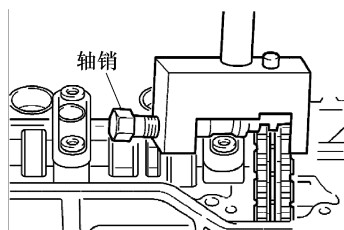

图 10-16 安装链总成
16) 把链总成 000 589 58 43 00 安装到连接板销上, 并拧紧轴销, 见图 10-16。